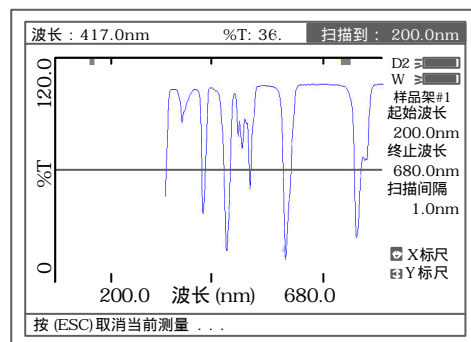
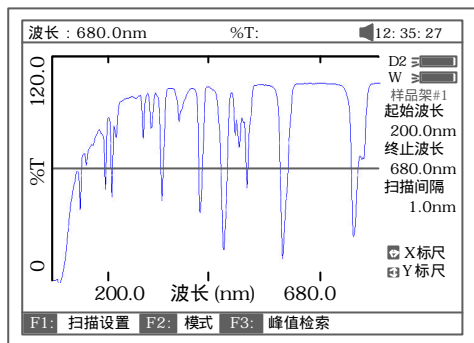

图 45
图 46
将待分析样品置入光路后，按【START】键进行样品扫描。扫描过程中按【ESC/STOP】键可以停止扫描(图 45)。扫描结束蜂鸣器响三声。图 46 示。
- 如图 46 已完成某一样品的扫描图谱，按【SAVE】键，输入文件名后按【ENTER】确认即完成图谱存储。
c. 图 46 中按【PRINT】键即可打印出扫描曲线，图 52 所示。